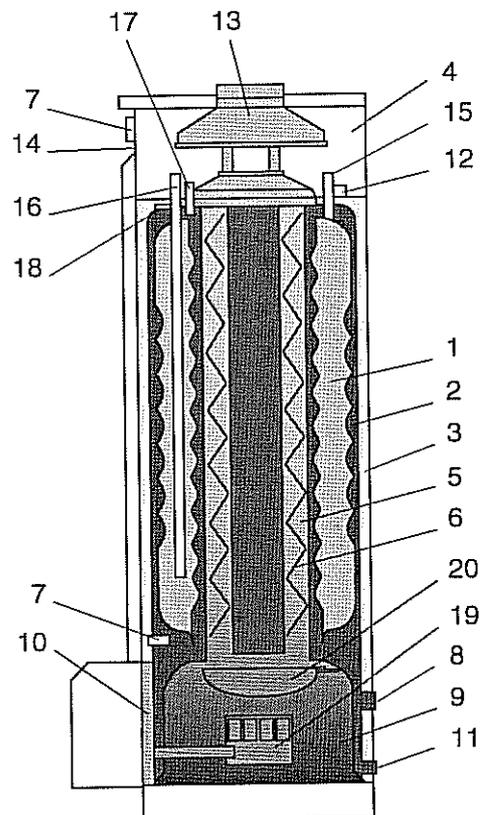

Fig. 15: Anatomie de la chaudière
5.3.7 TABLEAU DE COMMANDE (FIG. 15)